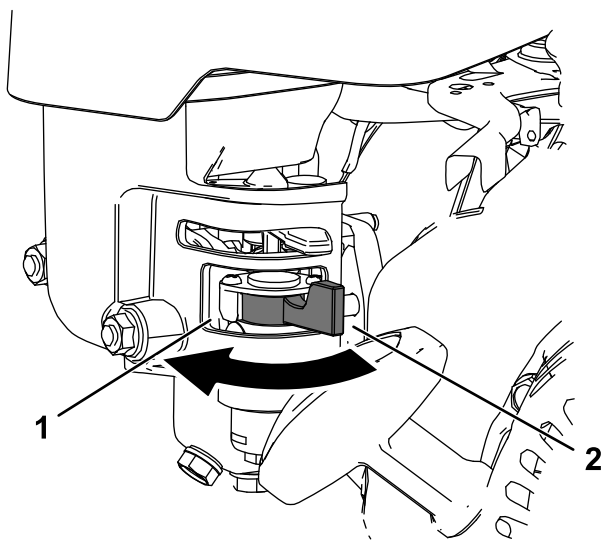

Figura 22
- Para abrir a válvula de combustível, gire a alavanca de corte de combustível em direção à manopla de partida (Figura 22).
- Para fechar a válvula de combustível, gire a alavanca de corte de combustível para longe da manopla de partida (Figura 22).